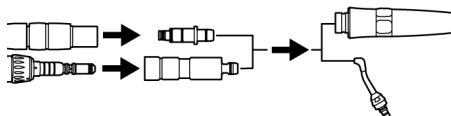

Fig. 19
2. Fixez l'embout ventilateur au couplage et fixez l'embout ventilateur à l'extrémité de la pièce à main ou de l'embout (Fig. 19).